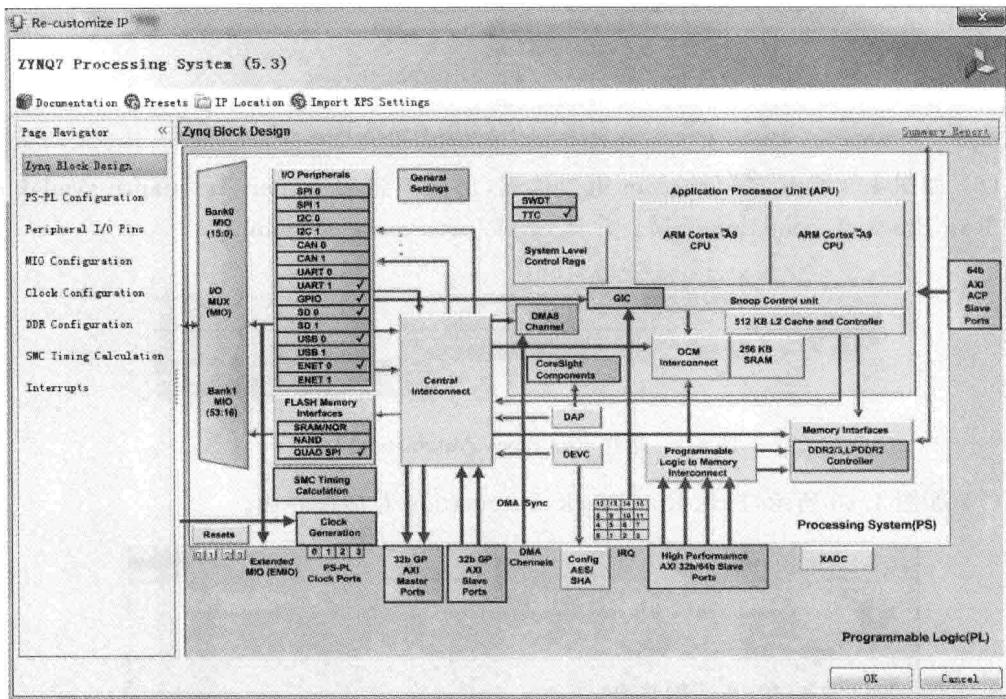

图 4.12 Zynq7000 的内部结构
(9) 双击 ZYNQ 块符号, 打开如图 4.12 所示的 Zynq 内部结构图, 该图显示了 PS 内各种可配置的块。
(10) 双击图 4.12 内的绿色高亮标记的 I/O Peripherals。